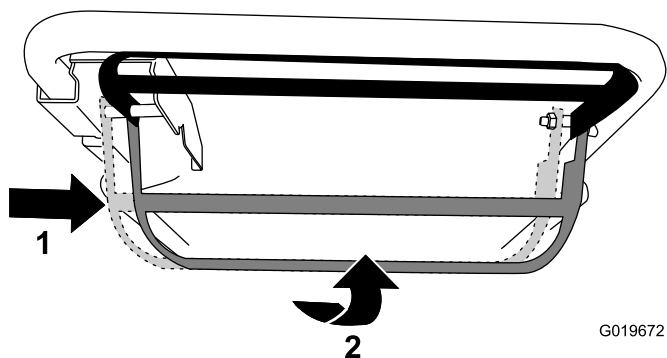

Figura 16
- **Per utilizzare la trazione automatica e inserire la lama:** Spostate la barra di comando della lama completamente a destra e sollevatela verso la stegola (Figura 16).